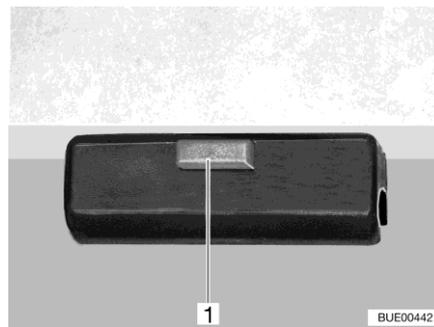

Fig. 123 Dispositif de verrouillage
- Desserrer le dispositif de verrouillage (Fig. 123,1) du plateau de la table.